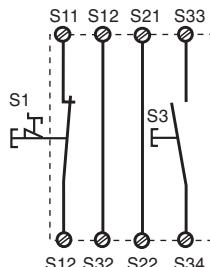

Fig. 3: Circuito de entrada monocanal, rearne supervisado/Circuito di ingresso monocanale, start controllato/Eenkanalig ingangscircuit, bewaakte start
- Figs. 3, 4, 5, 6, 8: **sin** conexión S11-S14.
- Fig. 3, 4, 5, 6, 8: **nessun** collegamento S11-S14
- Fig. 3, 4, 5, 6, 8: **geen** verbinding S11-S14